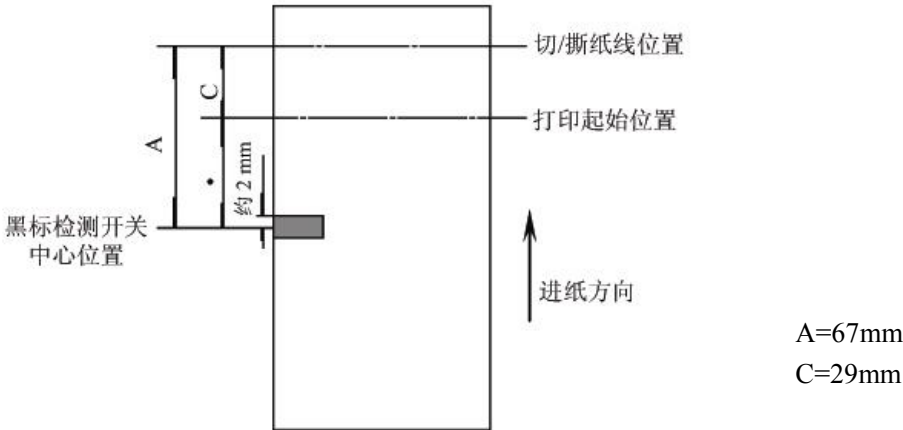

图 1
4. 打印机固有机械值 $L_0 = A \text{ (mm)}$ $Q_0 = C \text{ (mm)}$ ，请参见图 1。
以下举例假设为撕纸位置在打印机构撕纸口，即 $L_0 = 67\text{mm}$ ， $Q_0 = 29\text{mm}$ （请参见图 1）。